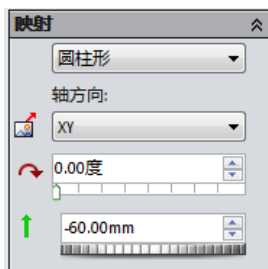

图 15-33 修改映射位置
- 05 在【贴图】对话框中，转到【映射】选项卡，设置轴方向为 XY，并沿原点向下偏移 60mm，对话框如图 15-33 所示。贴图的位置改变，如图 15-34 所示。